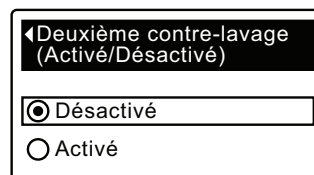

FIG. 54
- 8d. **Deuxième contre-lavage (Activé/Désactivé)** : Si le cercle à gauche de l'option souhaitée a déjà un point (cf. Figure 54), passez à l'étape 9. Sinon, appuyez sur le bouton BAS (▼) ou HAUT (▲) pour passer à l'option souhaitée, puis sur le SÉLECTEUR (O) pour valider votre choix. L'activation de cette fonction ajoute un second contre-lavage et rinçage au début du cycle de régénération. Le réglage par défaut est Désactivé. Activez cette fonction si votre alimentation en eau contient beaucoup de sédiments ou de fer.